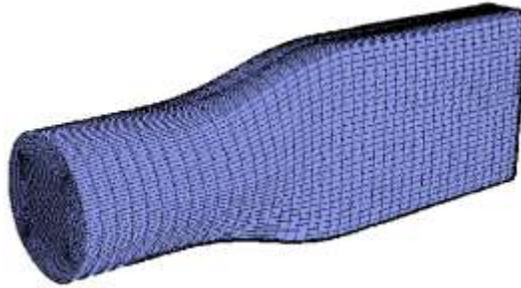

Fig. 1-13 Exemple d'un maillage aligné sur l'écoulement
- ❖ Lorsque l'écoulement moyen est aligné avec le maillage (Fig. 1-13), un maillage structuré réduit les risques d'erreurs numériques